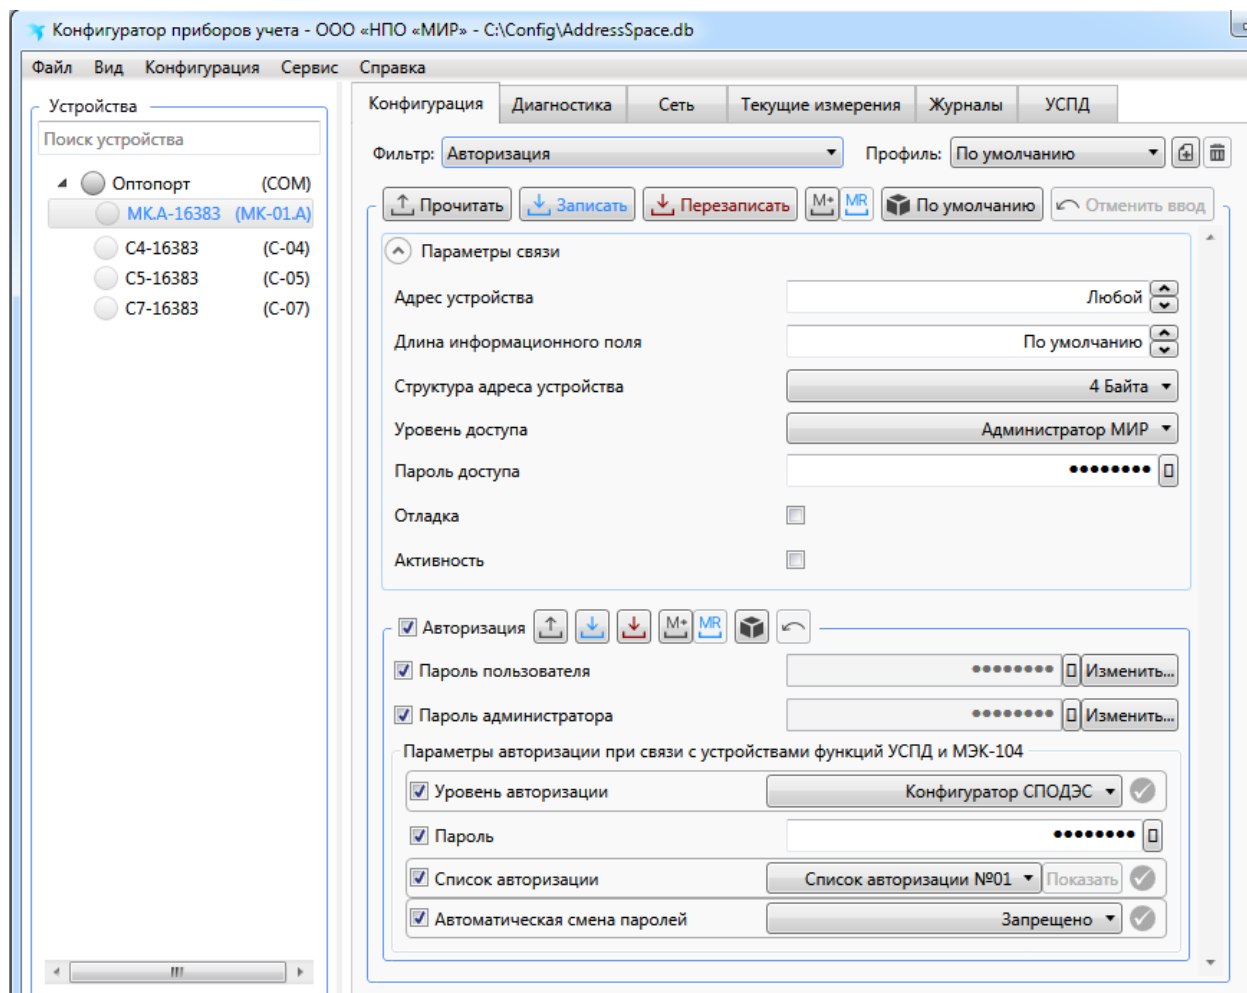

Рисунок 8.11 – Параметры авторизации
**ВНИМАНИЕ!** При первичном конфигурировании коммуникатора рекомендуется сменить пароли доступа для учетных записей *Администратор* и *Пользователь*. Для смены паролей необходимо перейти на вкладку *Конфигурация* и далее в выпадающем списке *Фильтр* выбрать пункт *Авторизация* (см. рисунок 8.11).